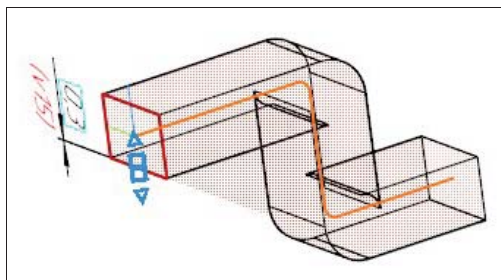

Рис. 19.22. Фантом модели воздуховода
- ◆ в графической области или в **Дереве** модели укажите требуемый Эскиз сечения (Эскиз 1) и траекторию в виде отрезков прямых (Эскиз 2) — в графической области появился фантом модели (рис. 19.22). В окне **Сечение** — Эскиз:1, а в окне **Траектория** — Кривая Эскиз:2;